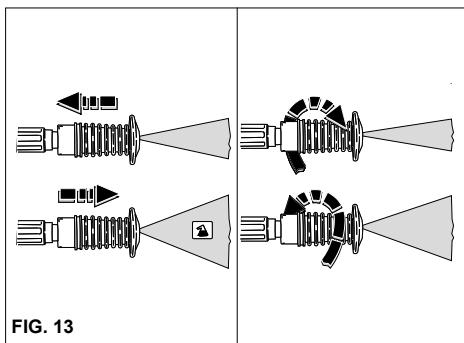

FIG. 13
ANVÄNDNING AV JUSTERBART MULTI-REC-MUNSTYCKE (fig. 13)
- Stäng fästs skyddskåpa när rengöringsmaskinen inte används. (fig. 13)
- 2) Starta tvätttaggregatet, aktivera rengöringsmedlets suganordning på sprutrören och fördela (fig. 13) det på ytan som ska tvättas nerifrån och upp. Låt verka under några minuter.